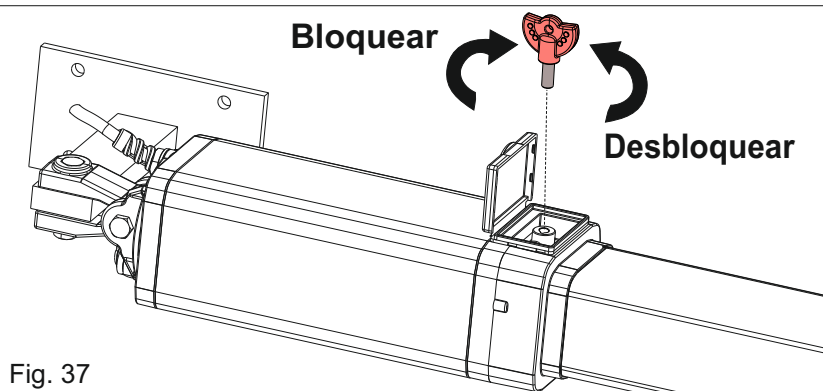

Fig. 37
- Insertar la llave especial de desbloqueo y girarla de 180 grados en sentido antihorario (Fig. 37)
- Insertar la llave especial de desbloqueo y girarla en sentido horario hasta que se cierre (Fig. 37)